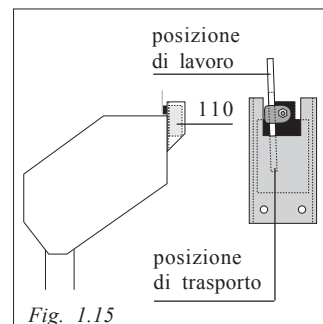

Fig. 1.15
- Fissare i paracadute BLOCSTOP BSO-500 (108) per mezzo della vite (h).
- Fissare i dispositivi (110) ed i loro supporti come indicato in figura (Fig. 1.15). In posizione di trasporto, il supporto è fornito montato al contrario. Collegare i dispositivi agli argani TIRAK.